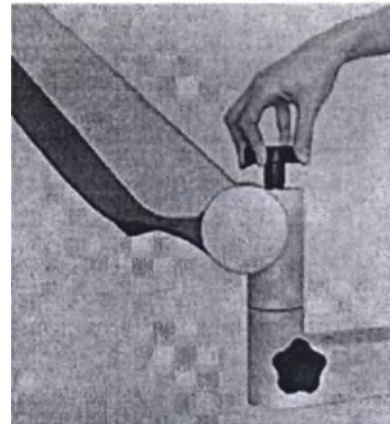

Рисунок 23
9. Установите микроскоп в стандартном положении, чтобы отрегулировать баланс плеча пантографического с помощью ручек регулирования/фиксации (Рисунок 23).